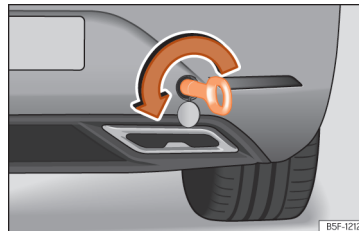

Abb. 215 Auf der rechten Seite des hinteren Stoßfängers: Eingeschraubte Abschleppöse.
- Drehen Sie die Abschleppöse **entgegen dem Uhrzeigersinn** so fest wie möglich in die Aufnahme » (Abb. 215) , » ①. Verwenden Sie ein geeignetes Hilfsmittel, um die Abschleppöse festzuziehen.